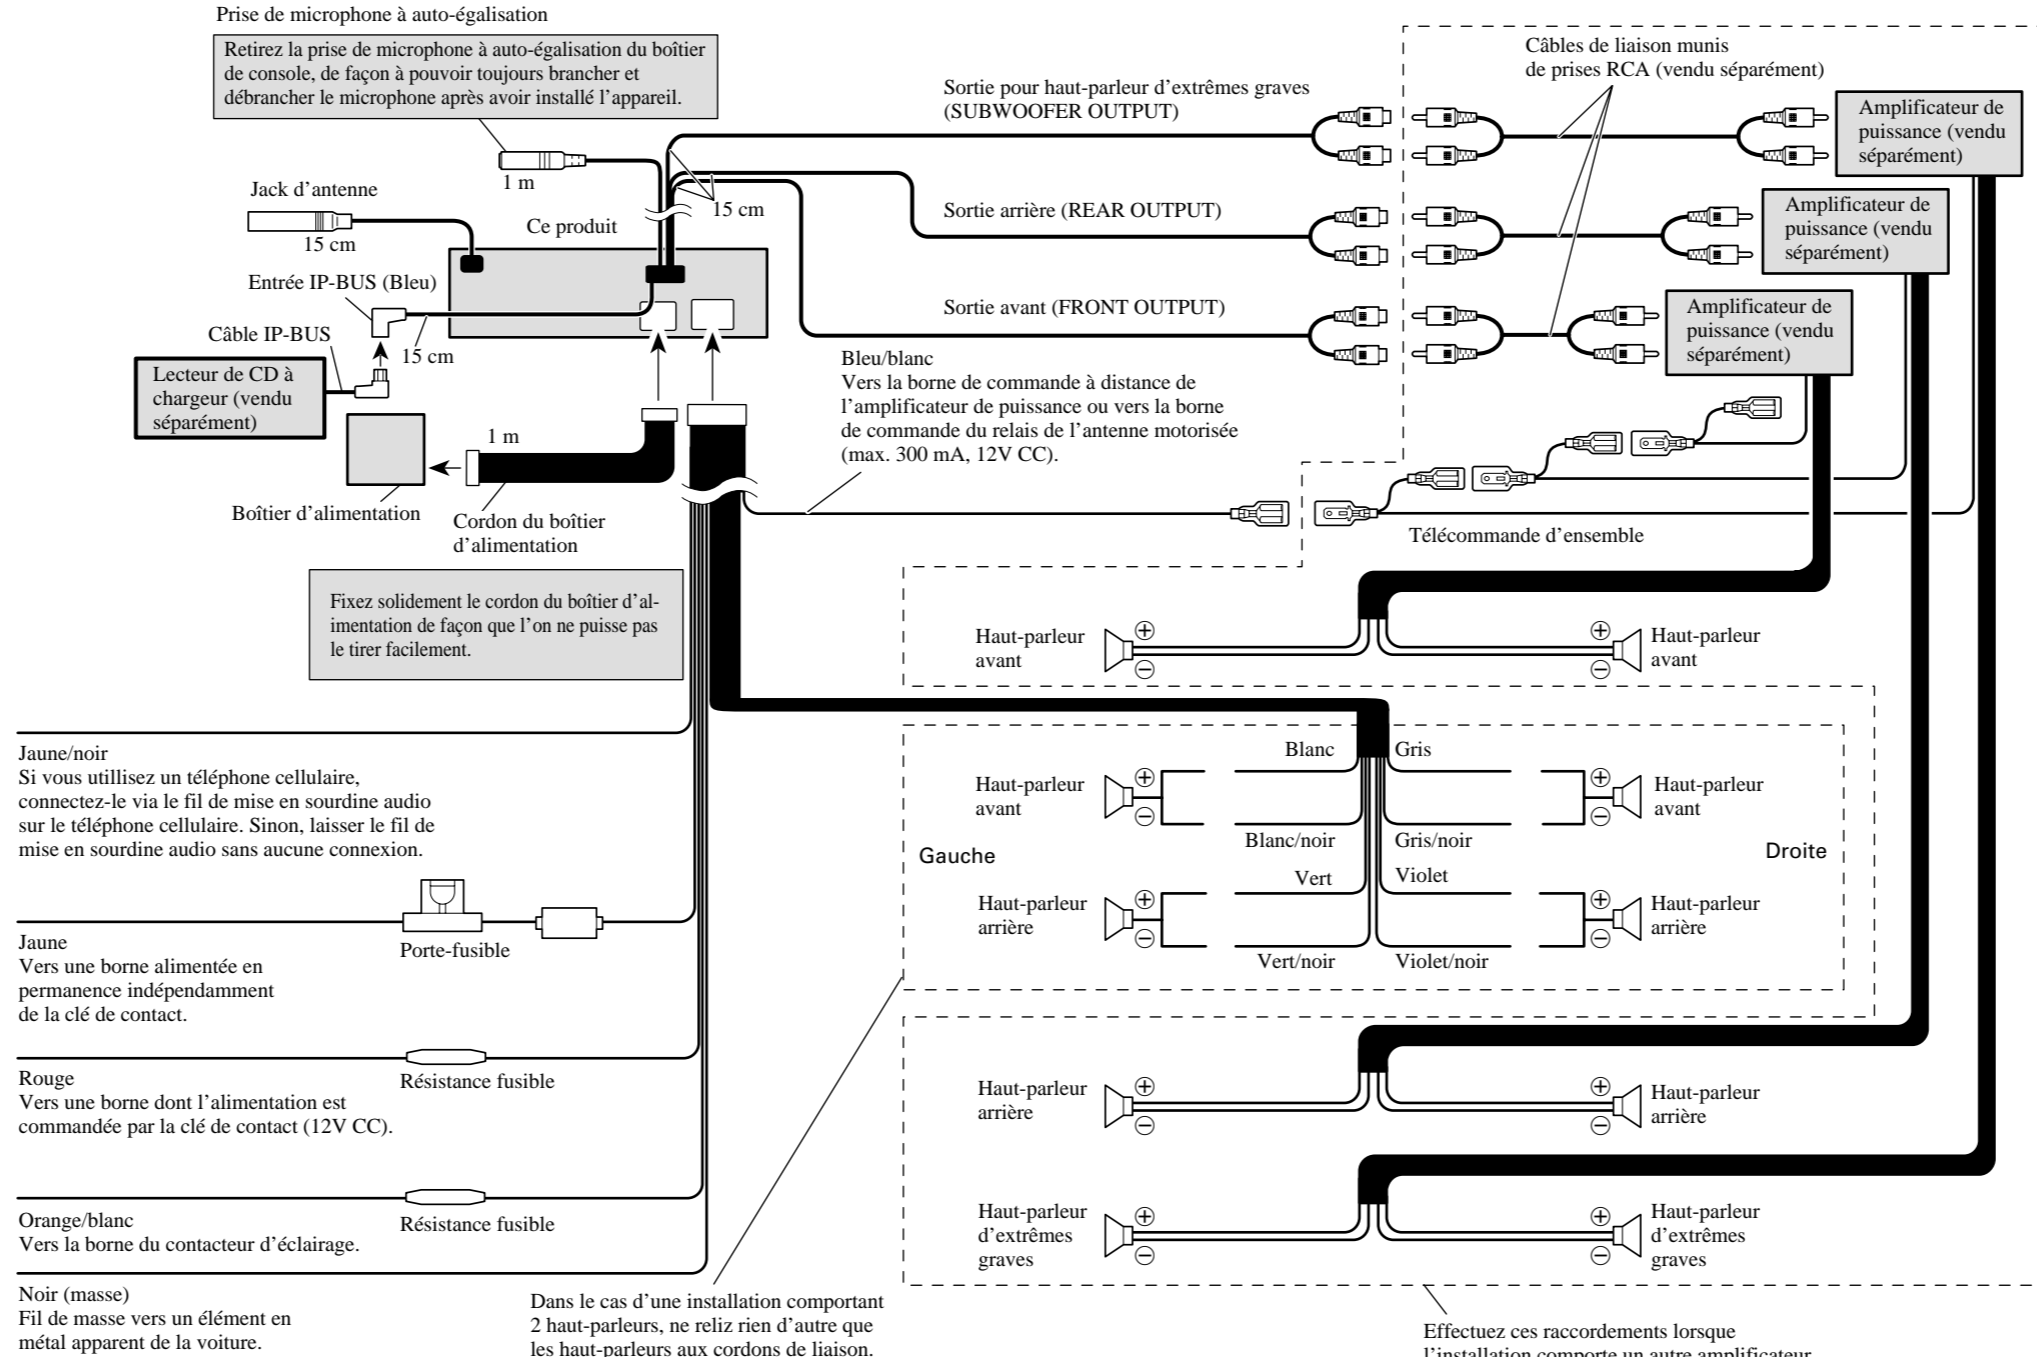

Fig. 2
- Les cordons ne doivent pas traverser la section représentée à la Fig. 2, afin que les amplificateurs puissent rayonner librement.